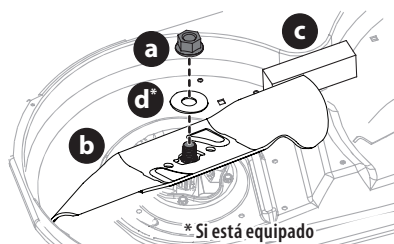

Figura 47
2. Use una llave de 15/16 pulgada para sostener la tuerca hexagonal en la parte superior del conjunto del husillo cuando afloje la tuerca hexagonal (a) y arandela (d)* que fijan la cuchilla (b). Se puede colocar un bloque de madera (c) entre el alojamiento de la plataforma y el borde de corte de la cuchilla (b) para ayudar a aflojar la tuerca hexagonal (a) y arandela (d)* que fijan la cuchilla (Figura 47).
2. Cuando reinstale las cuchillas, asegúrese de lo siguiente (Figura 47):
3. Ajuste las tuercas hexagonales (a) a 70-90 pies-libras (95-122 N-m) (Figura 47 en la página 69).